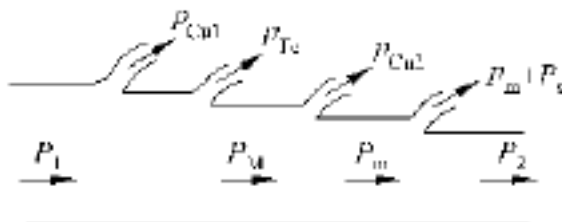

图 7.4
(1) 画出功率流程图, 标明各功率及损耗;
(2) 在额定运行的情况下, 求电动机的效率、转差率、转速、电磁转矩以及转轴上的输出转矩各是多少?
解 (1) 功率流程图如图 7.4 所示。